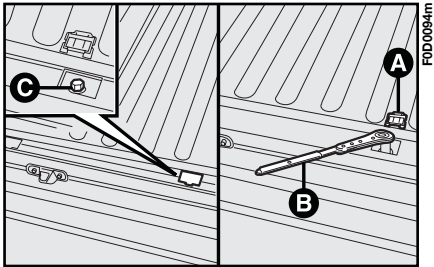
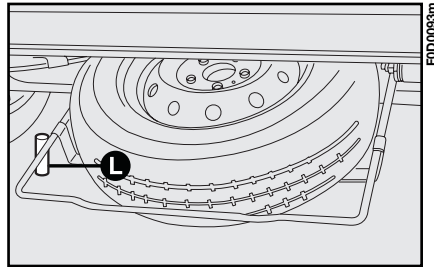
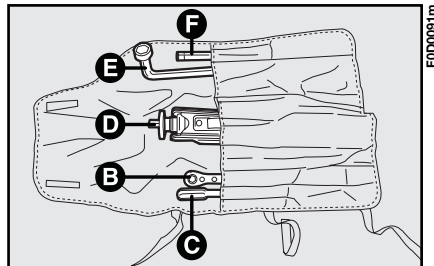

Abb. 2
Abb. 4
Abb. 5
- die beiden Kunststoffstopfen **A**, **Abb. 2** entfernen;
- Mit dem Ratschenschlüssel **B** und der Verlängerung **F**, **Abb. 5** die beiden sichtbar werdenden Bolzen **C**, **Abb. 2** herausdrehen;
- Die Radhalterung mit dem Schlüssel **E**, **Abb. 5** aus ihrem Sitz **L**, **Abb. 4** in der linken Flanke der Halterung aushaken und das Rad unter der Ladepritsche entnehmen.
2) Mit der Drehvorrichtung **D**, **Abb. 5** den Wagenheber ein wenig öffnen.
5) Die Verlängerung **F**, **Abb. 5** und den Ratschenschlüssel **B** des Wagenhebers einführen und das Fahrzeug so weit anheben, bis das auszutauschende Rad einige Zentimeter über dem Boden steht. Bei der Hin- und Herbewegung des Ratschenschlüssels ist darauf zu achten, dass die Bewegung frei und ohne Abschürfungen an der Hand durch Berührung mit dem Boden erfolgen kann.